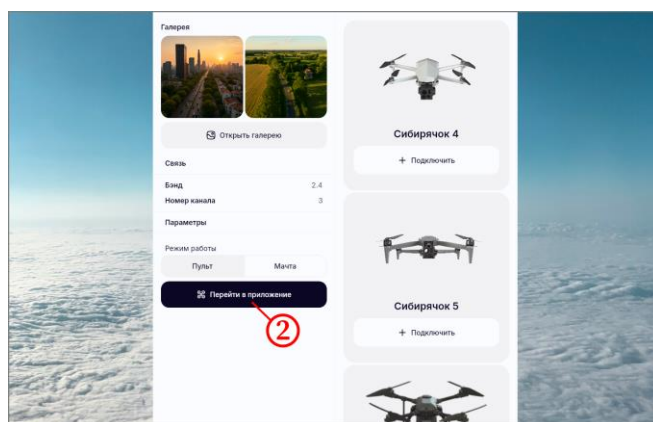

Рисунок 10
- повторно ввести ПИН-код «0000». Убедиться, что был открыт стартовый экран с параметрами входа в ПО (рисунок 10);
- нажать на кнопку «Перейти в приложение» (рисунок 10, шаг 2);